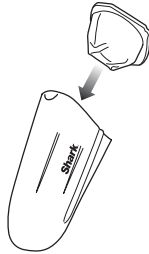

Fig. 2
- 2 Verify that the dust cup filter is inside, then reattach the dust cup to the hand vacuum. **(fig. 2)**
- 2 Assurez-vous que le filtre à poussière se trouve à l'intérieur et réinstallez le récipient dans l'aspirateur portatif. **(fig. 2)**
- 2 Verifique que el filtro esté instalado en su interior, luego vuelva a colocar el recipiente de la tierra en la aspiradora. **(fig. 2)**